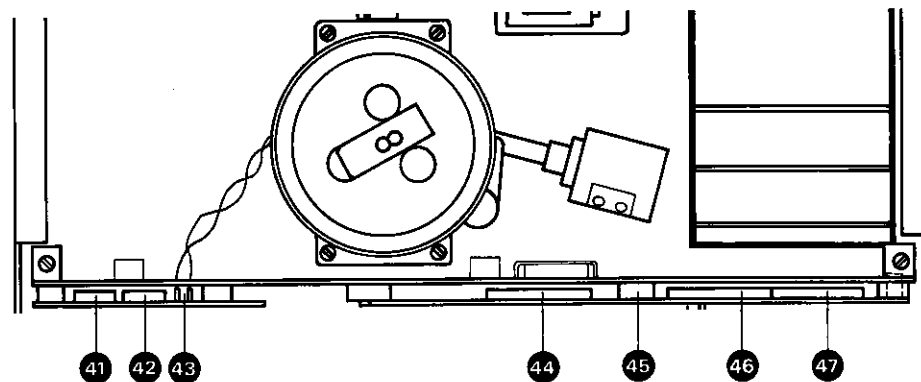

Fig. 3.19.—1
- 3 Steckverbindungen (41), (42), (43) (Fig. 3.19. — 1) lösen.
- Disconnect 3 plug-in connections (41), (42), (43) (fig. 3.19. — 1).
- Débrancher les 3 fiches peigne (41), (42), (43) (Fig. 3.19. — 1).
- 4 Steckverbindungen (44), (45), (46), (47) (Fig. 3.19. — 1) lösen.
- Disconnect 4 plug-in connections (44), (45), (46), (47) (fig. 3.19. — 1).
- Retirer les 4 fiches peigne (44), (45), (46), (47) (Fig. 3.19. — 1).